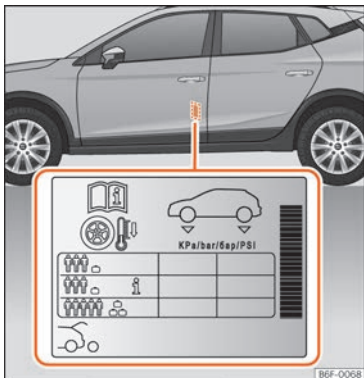

Abb. 206 Einbauort des Aufklebers für den Reifendruck.
- Passen Sie bei größerer Zuladung den Reifendruck entsprechend an »» **Abb. 206**.
Die Angaben zum Reifendruck befinden sich auf einem Aufkleber an der B-Säule der Fahrertür »» **Abb. 206**.
Je nach Fahrzeug kann der Reifendruck auf halbe Last eingestellt werden, um den Fahrkomfort zu verbessern (Reifendruck **i** »» **Abb. 206**). Beim Fahren mit Komfort-Reifendruck kann sich der Kraftstoffverbrauch leicht erhöhen.
Der Reifendruck muss der aktuellen Fahrzeugbelastung angepasst werden. Wenn das Fahrzeug voll beladen werden soll, muss der Reifendruck entsprechend dem auf dem Reifendruck-Aufkleber »» **Abb. 206** angegebenen maximalen Wert erhöht werden.
Füllen Sie bei einem minimierten Notrad (125/70 R16 oder 125/70 R18) auf einen Druck von 4,2 bar, gemäß Angabe auf dem Aufkleber mit den Reifendruckwerten »» **Abb. 206**.
»» Abb. 206.
- Immer den richtigen Reifenfülldruck am kalten Reifen einhalten, wie auf dem Aufkleber angegeben »» Abb. 206.